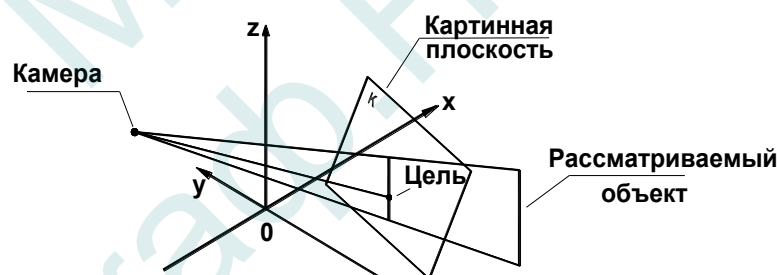

Рис.2.7 Перспективное проецирование.
- перспективное (в AutoCAD - точка зрения наблюдателя заменяется *камерой*, проецирующие лучи *НЕ параллельны*, требуется дополнительная информация о положении камеры относительно модели и луч зрения ориентирован на точку, называемую *целью*) (рис. 2.7).